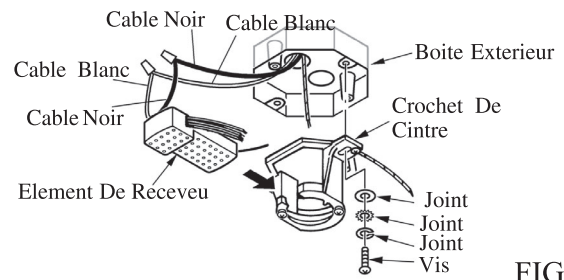

FIG.6
1. Fixez solidement le support de suspension au boîtier de prise de courant à l'aide des rondelles et des vis fournies. Connectez le fil blanc du plafond au fil blanc du récepteur avec un serre-câble. Raccordez le fil noir du plafond au récepteur au fil noir avec écrou (Voir fig. 6)